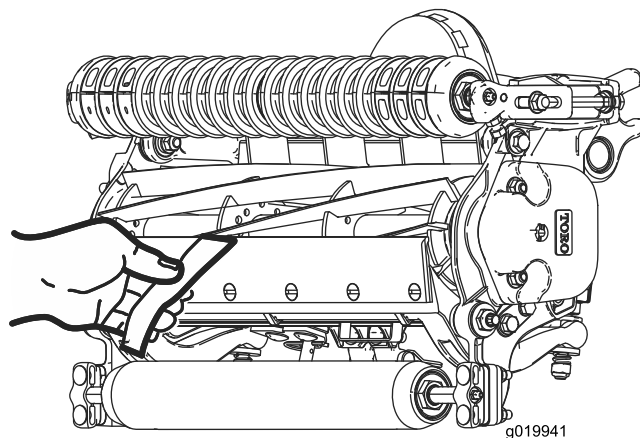

図 10
10. 切れ味確認用のペーパートロのパーツ番号 125-5610 を一枚、リールと下刃との間に、下刃に対して直角になるように差し入れて、カッティングユニットの切れ味をテストする 図 10。**ゆっくりと** リールを回転させるこれで紙が切れれば合格である。